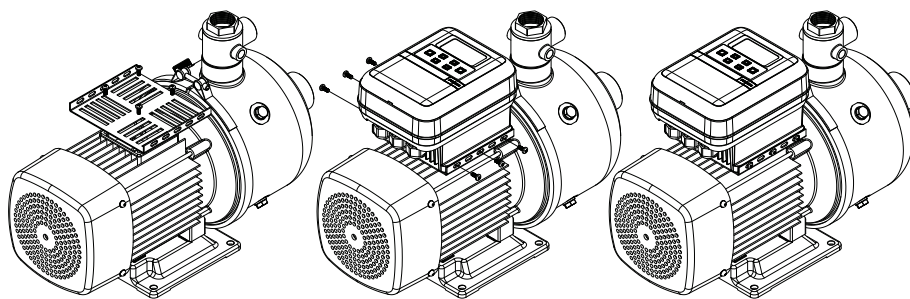

Рисунок 7 – Установка FCP 2.2M на насос
- 1 Закрепите монтажную пластину на насосе с помощью винтов (см. рисунок 7).